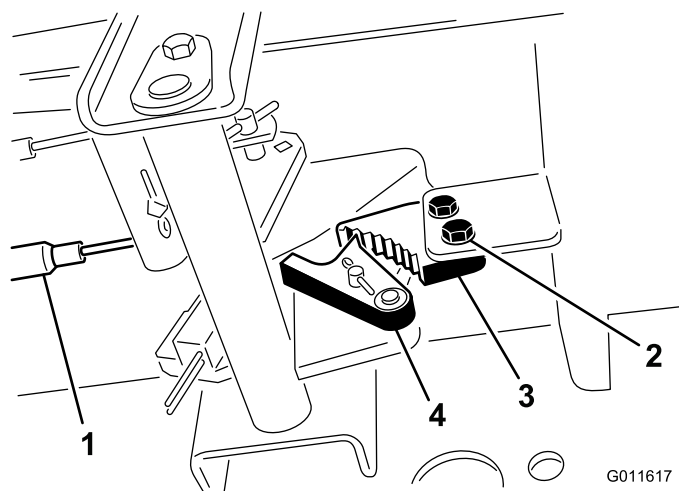

Рисунок 36
1. Ослабьте два винта крепления защелки стояночного тормоза к раме (Рисунок 36).
2. Нажмите педаль тормоза вперед, пока углубление тормоза не войдет полностью в зацепление с защелкой тормоза (Рисунок 36).